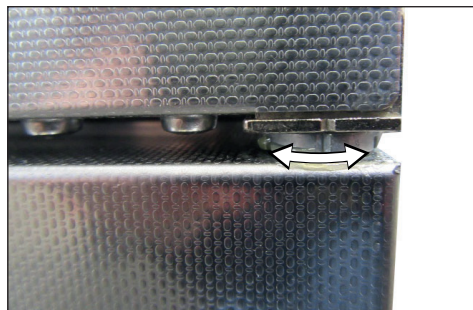

Abb. 18 Bund der Lagerung am Schlitz drehen
2. Lagerung (Exzenter) der Tür mit Schlitzschraubendreher nach Bedarf im Uhrzeigersinn bzw. gegen den Uhrzeigersinn drehen (Abb. 18).